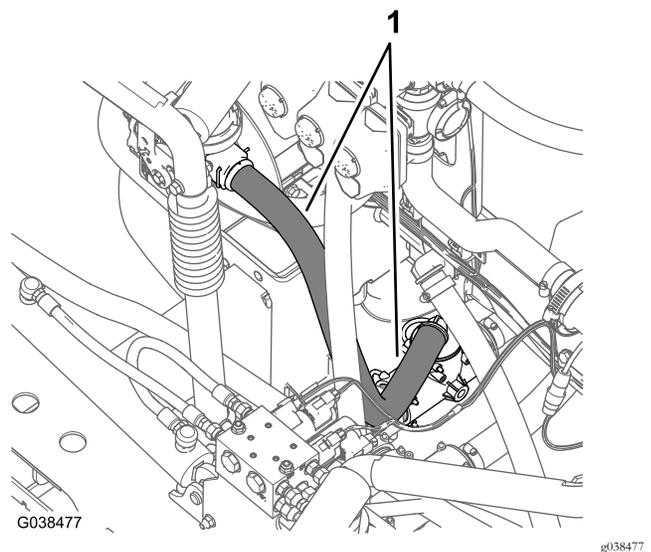

Bild 74
3. Verlegen Sie den Sprühzulaufschlauch nach unten und zum T-Anschlussstück, das sich vor dem Druckentlastungsventil befindet, wie in Bild 74 abgebildet.